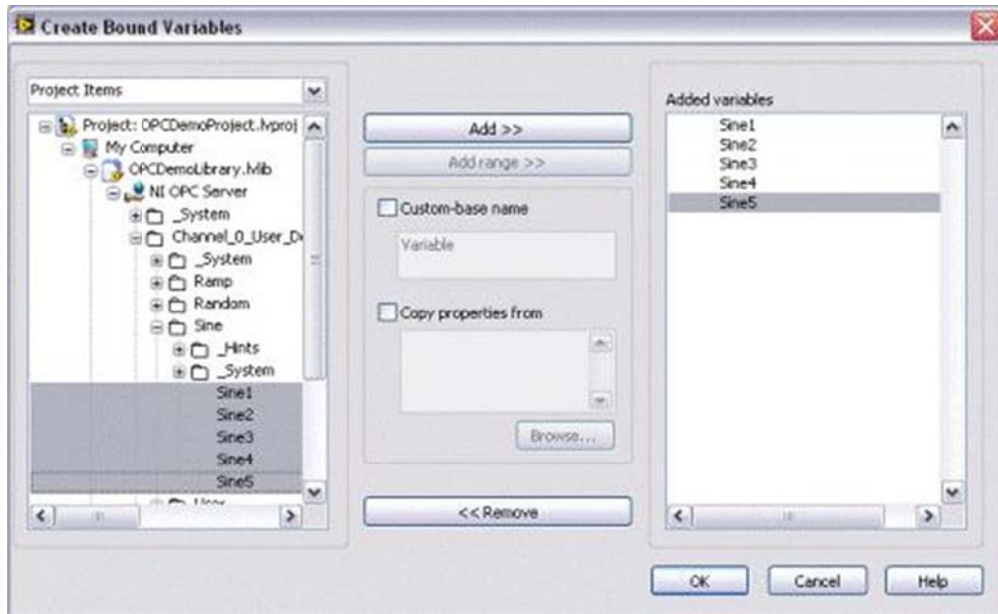

Figura 5. Seleccionando las etiquetas del OPC para las variables compartidas.
3. En la ventana Create Bound Variables seleccione las etiquetas del OPC para atarlas a las variables compartidas buscando los datos Sine en el árbol del OPC server como se muestra en la Figura 5.